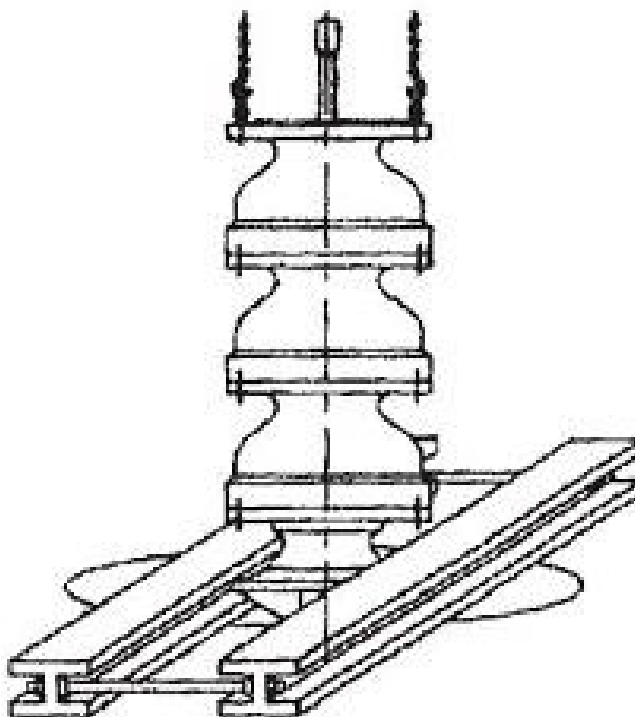

Рис. 7 Расположение балок
- 2. Поместить две двутавровые балки поперек открытого проходного отверстия. Скрепить балки между собой (Рис. 7)**
- 5. Установить диаметрально-противоположно друг напротив друга два рым-болта на переходном фланце насосной части (Рис. 7), или, если переход**